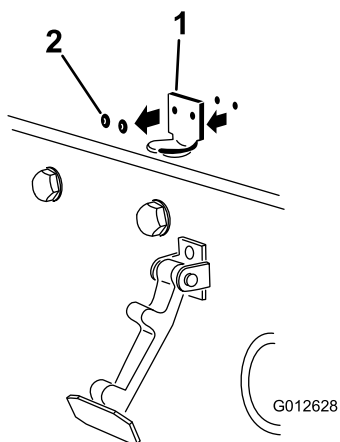

图 5
2. 卸下将机罩门锁支架固定至机罩的 2 个铆钉(图 5)。
**注意** 锁定支架必须紧贴机罩 (图 5)。